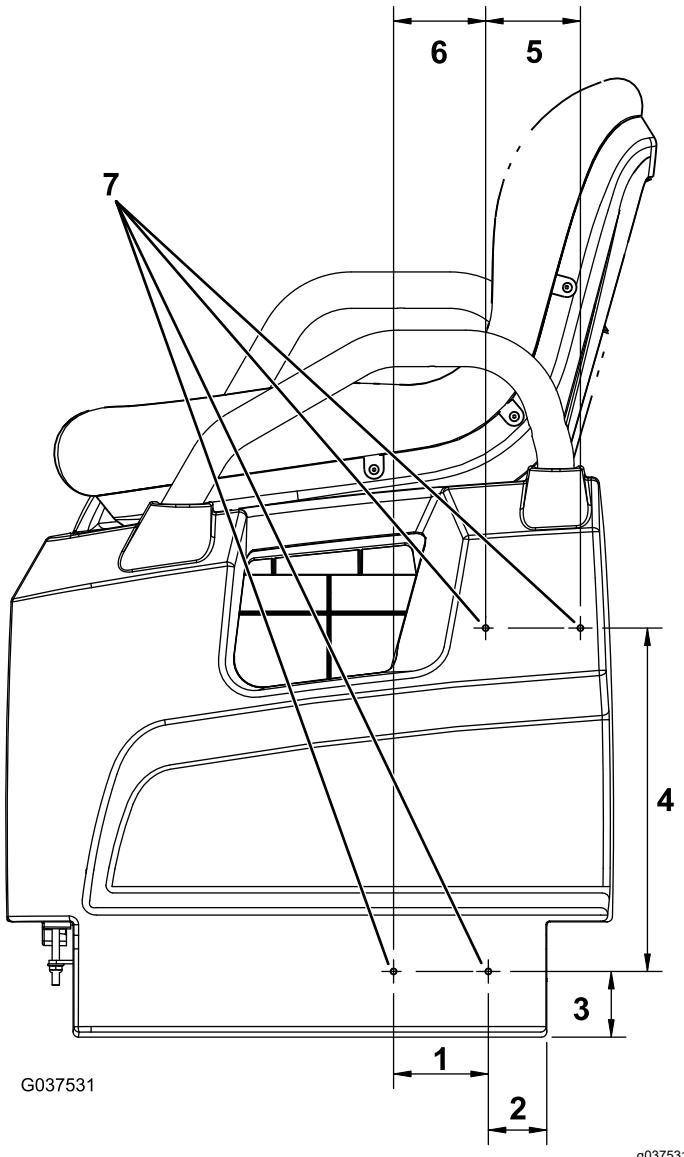

图 10
- 在机器的左侧从座椅底座侧面的左侧底部向上测量出 51mm 并标记此位置图 10。
- 在该位置的正上方测量出 57mm 并标记该位置图 10。
- 从步骤 2 中标记位置的左侧向右测量出 83mm 并标记此位置图 10。
- 从步骤 3 中标记位置的左侧向右测量出 80mm 然后从此位置直接向上测量出 299mm 并标记此位置图 10。
5. 从步骤 4 中标记位置的右侧向左测量出 83mm 并标记此位置 图 10。
6. 分别在 4 个标记的位置钻一个 5mm 的孔 图 10。